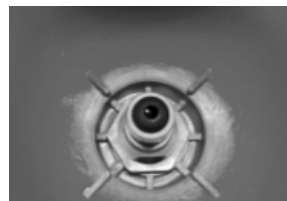

Fig.1
- Controllare che la guarnizione (tra l'apparecchio e la cartuccia di gas) sia presente e in buone condizioni prima di collegare la cartuccia (Fig.1). Se la guarnizione è usurata, occorre cambiarla con una conforme ai requisiti del costruttore e ai requisiti nazionali.